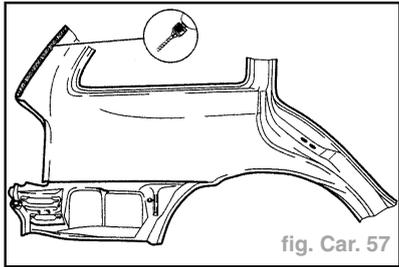

fig. Car. 57
- Percer des trous Ø **7 mm** pour la soudure en bouchon SG au niveau du canal d'écoulement d'eau du hayon (fig. Car. 57).